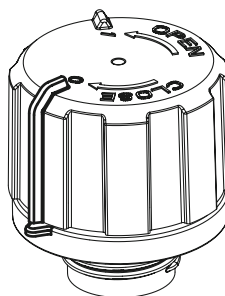

Fig.4
- 5) Posición de cierre. Para alcanzar la posición de cierre desde la posición de ventilación (véase punto 4), girar la tapa siguiendo la flecha CLOSE (en sentido horario) hasta alcanzar el disparo. En esta posición la tapa permanece bloqueada, es decir que los dientes de la tapa se encuentran insertados en el correspondiente alojamiento de bloqueo de la ranura, ofreciendo además una garantía contra acciones accidentales de desenroscar. Además, el índice en la tapa marcada por la cifra 0 se encuentra alineado con el índice obtenido en la brida de la unión roscada (fig. 4).